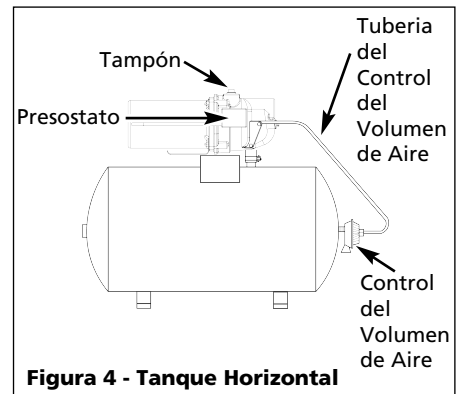

Figura 4 - Tanque Horizontal
1. Retire el tapón para cebado (Figura 4 o 5).